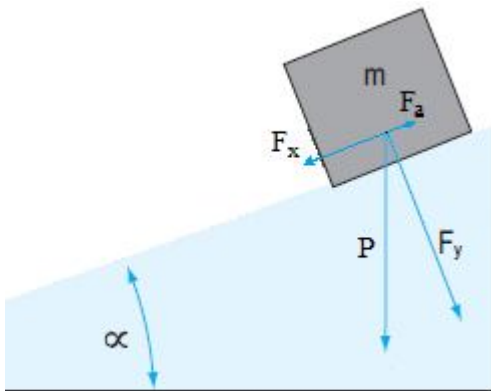

Fig. 1- Piano inclinato.
**Su un piano inclinato** con angolo  $\alpha$  rispetto all'orizzontale (fig. 1), la componente peso che produce attrito vale